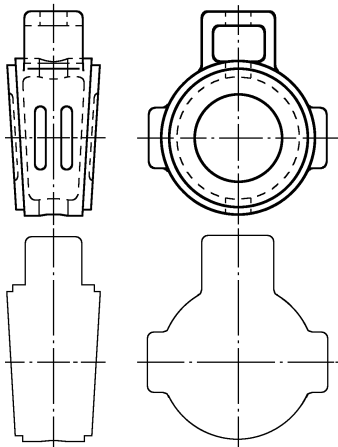

图 36
46. 按剖切线的位置在主视图（图 36）上画重合断面，按剖切符号的位置画移出断面。